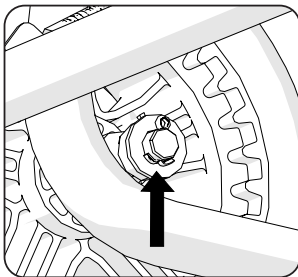

Abb. 2
- Biegen Sie die Zinken der Splinte um den Achsumfang in entgegengesetzte Richtungen. **(Abb. 2)**